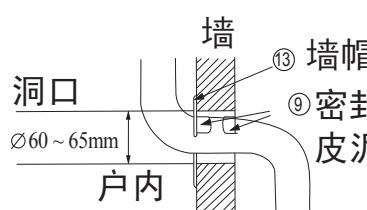

图 29
- 用附件⑬ 墙帽及附件⑨ 密封橡皮泥来整理墙上的洞，如图29、图30。